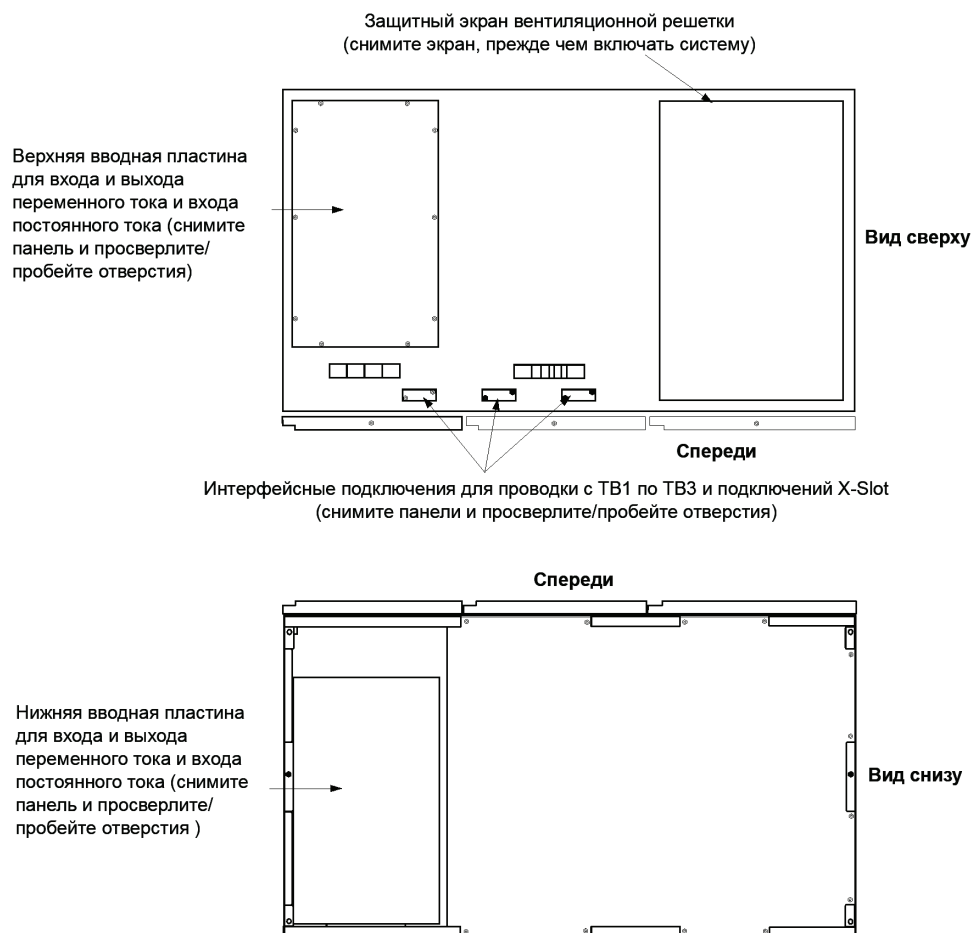
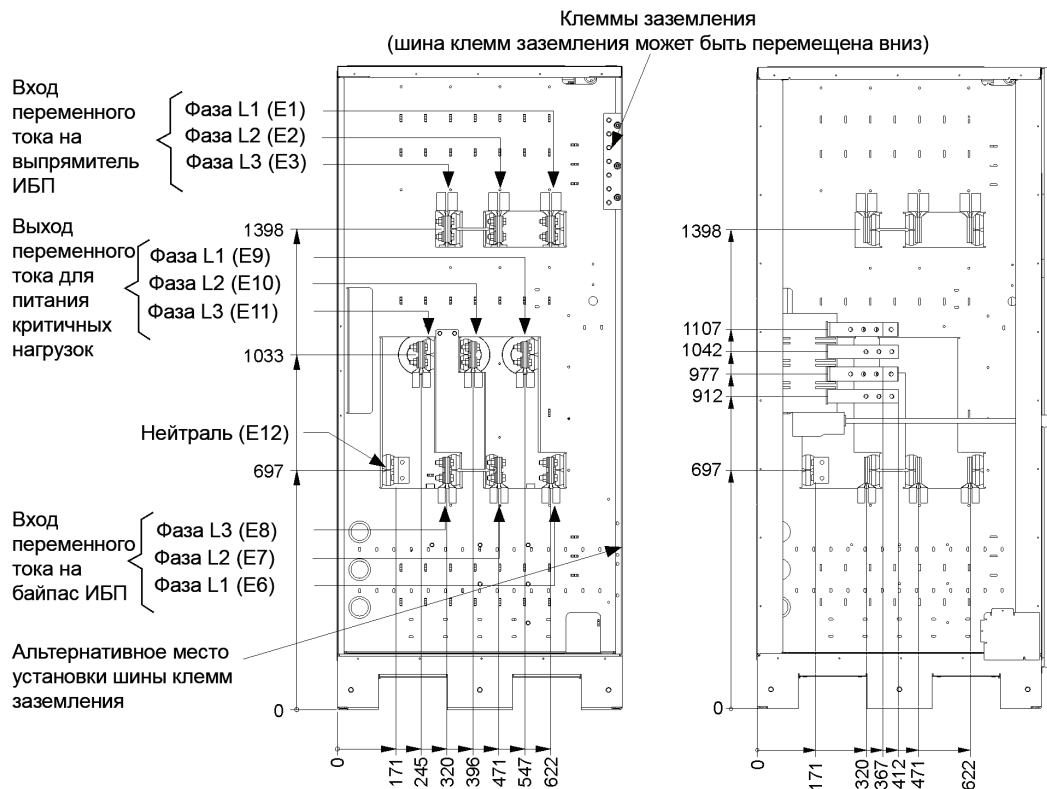

Рис. 4-4. Расположение входов проводки
Рис. 4-6. Узел AA клеммы питания ИБП
Снимите верхние или нижние вводные пластины шкафа ИБП и просверлите/пробейте в них отверстия (см. Рис. 4-4).
2. Проведите входной и выходной кабели сверху или снизу шкафа к клеммам ИБП. Для получения информации о доступе к проводке и расположении клемм общего питания через выпрямитель см. Рис. 4-4 - Рис. 4-6.
Узел AA см. на Рис. 4-6.
2. Проведите и подключите кабели аккумулятора между ИБП и аккумуляторными шкафами согласно инструкциям в руководстве по установке интегрированного аккумуляторного шкафа Eaton 9395 (модель IBC-L). Для получения информации о доступе к проводке и расположении клемм см. Рис. 4-4 - Рис. 4-6.
5. Проведите и подключите кабели аккумулятора между ИБП и аккумуляторной системой. Для получения информации о доступе к проводке и расположении клемм см. Рис. 4-4 - Рис. 4-6 .
8. Снимите верхние вводные пластины интерфейсной проводки шкафа ИБП и просверлите/пробейте в них отверстия и просверлите/пробейте в них отверстия (см. Рис. 4-4 на стр. 36).